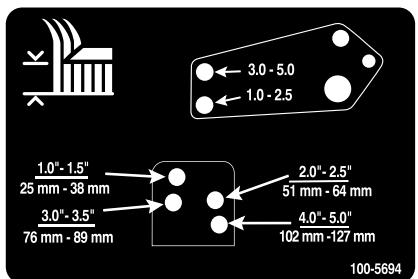

Figura 25
10. Allineate i fori dei tiranti di smorzamento con i fori della staffa per l'altezza di taglio desiderata sul telaio del piatto di taglio, inserite i perni con testa e montate le coppiglie (Figura 25).